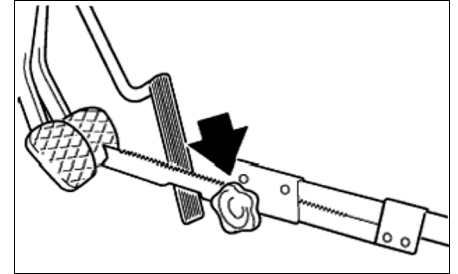

Рис. 12.4. Упор педали.
1. Приложить на педаль тормоза усилие порядка 500 Н, что соответствует давлению 28 бар и зафиксировать ее с помощью упора (рис. 12.4). Зафиксировать показание манометра. Через две минуты проверить показания манометра, давление должно упасть не более чем на 8 %. Замеры проводить на обоих контурах тормозной системы - переднем и заднем.